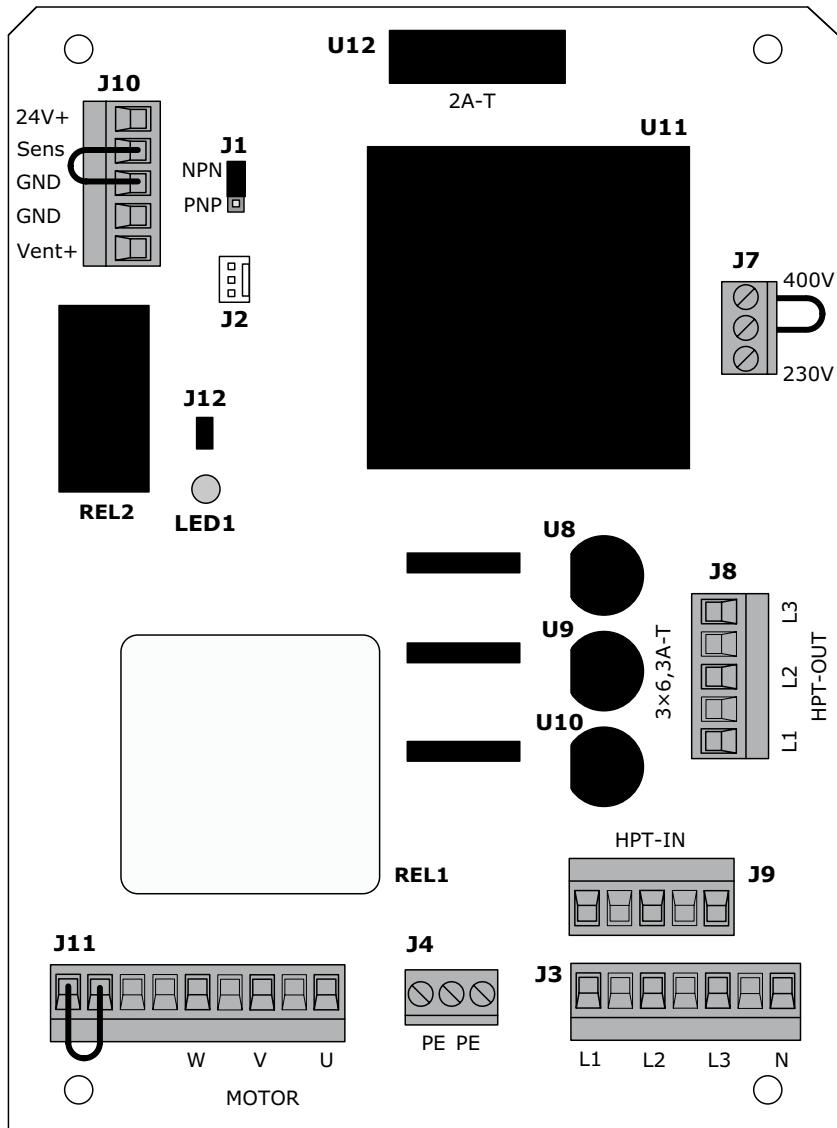

Рисунок 2. Модуль электронный
В корпусе блока управления установлен электронный модуль, к которому выполняются электрические подключения устройств (рис. 2). Перечень элементов модуля приведен в Таблице 2.
J7	Разъем установки перемычки в зависимости от напряжения питающей трехфазной сети. При поставке блок управления выполнен для напряжения сети 3~ 400 В/50 Гц, перемычка должна быть установлена как показано на рис. 2 (контакты 400 В)
**Если датчики безопасности не подключены (разъем J10 и разъем J11), то должны быть установлены перемычки (рис. 2). Если датчик безопасности подключен, то удалите перемычку.**